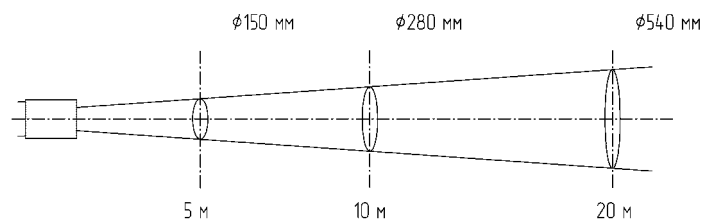
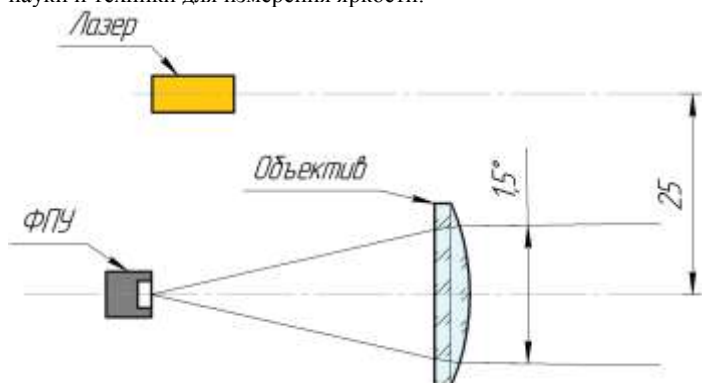
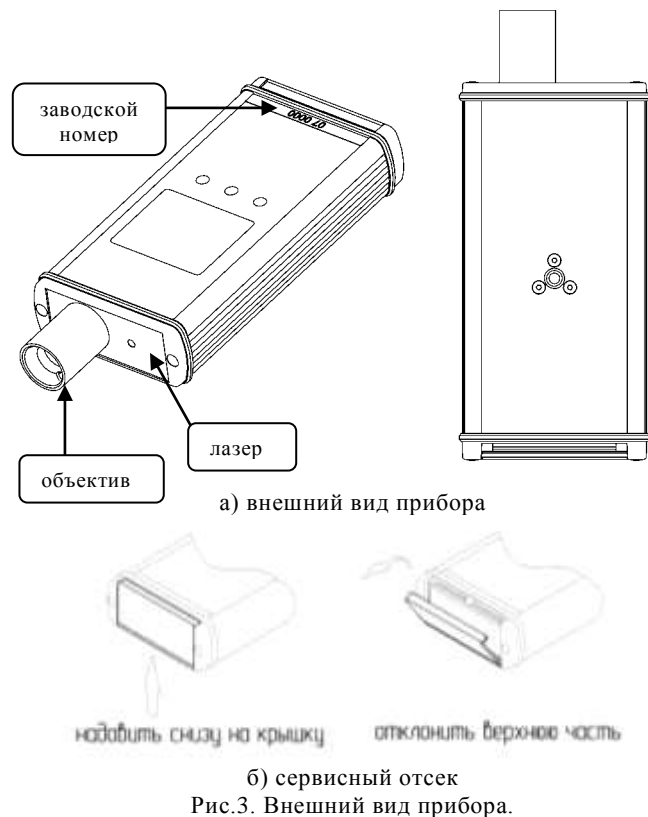

Рис. 2. Зависимость диаметра площадки фотометрирования от расстояния.
Рис. 1. Принципиальная оптическая схема
Рис.3. Внешний вид прибора.
5.6. Зажмите кнопку «Режим». Идёт измерение яркости площадки, попадающей в угол фотометрирования прибора (Рис.2). Дождитесь стабилизации показаний прибора.
5.10. На нижней стороне корпуса расположена резьба (1/4 дюйма) для крепления на штативе (Рис.3).
4.1. Прибор выпускается в компактном портативном исполнении. Конструктивно прибор состоит из одного функционального блока (рис.3). На лицевой стороне корпуса расположены индикация и следующие кнопки управления (рис.4):
4.2. На торцевой стенке корпуса расположена крышка сервисного отсека. Технологический разъем “microUSB” под крышкой предназначен для зарядки несъёмного элемента питания (Рис.3) от USB порта компьютера или через сетевое зарядное устройство (включится светодиод в сервисном отсеке). По окончании зарядки аккумуляторной батареи светодиод-индикатор перестаёт гореть.
4.5. Соосно слева от фотоприёмного устройства установлен лазер (Рис.3), с помощью которого производится наводка прибора на измеряемое поле фотометрирования. Луч лазера излучается из передней части устройства. От центра измеряемого поля до точки лазера 25 мм (Рис. 1). Диаметр площадки фотометрирования указан на Рис. 2.